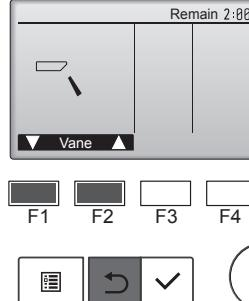

Fig. 7-4
- Druk op de toets [SELECTEREN] om het scherm voor waaierinstelling (Vane) weer te geven en druk op de functietoetsen [F1] en [F2] om de automatische waaierinstelling te controleren. (Fig. 7-4)